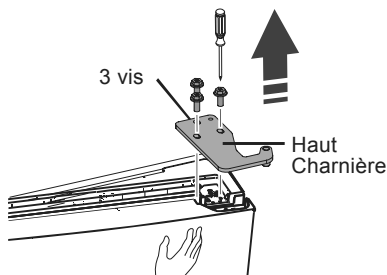

Figure 6
- 7 Retirez les trois vis de la charnière supérieure et mettez la charnière de côté (voir Figure 6).